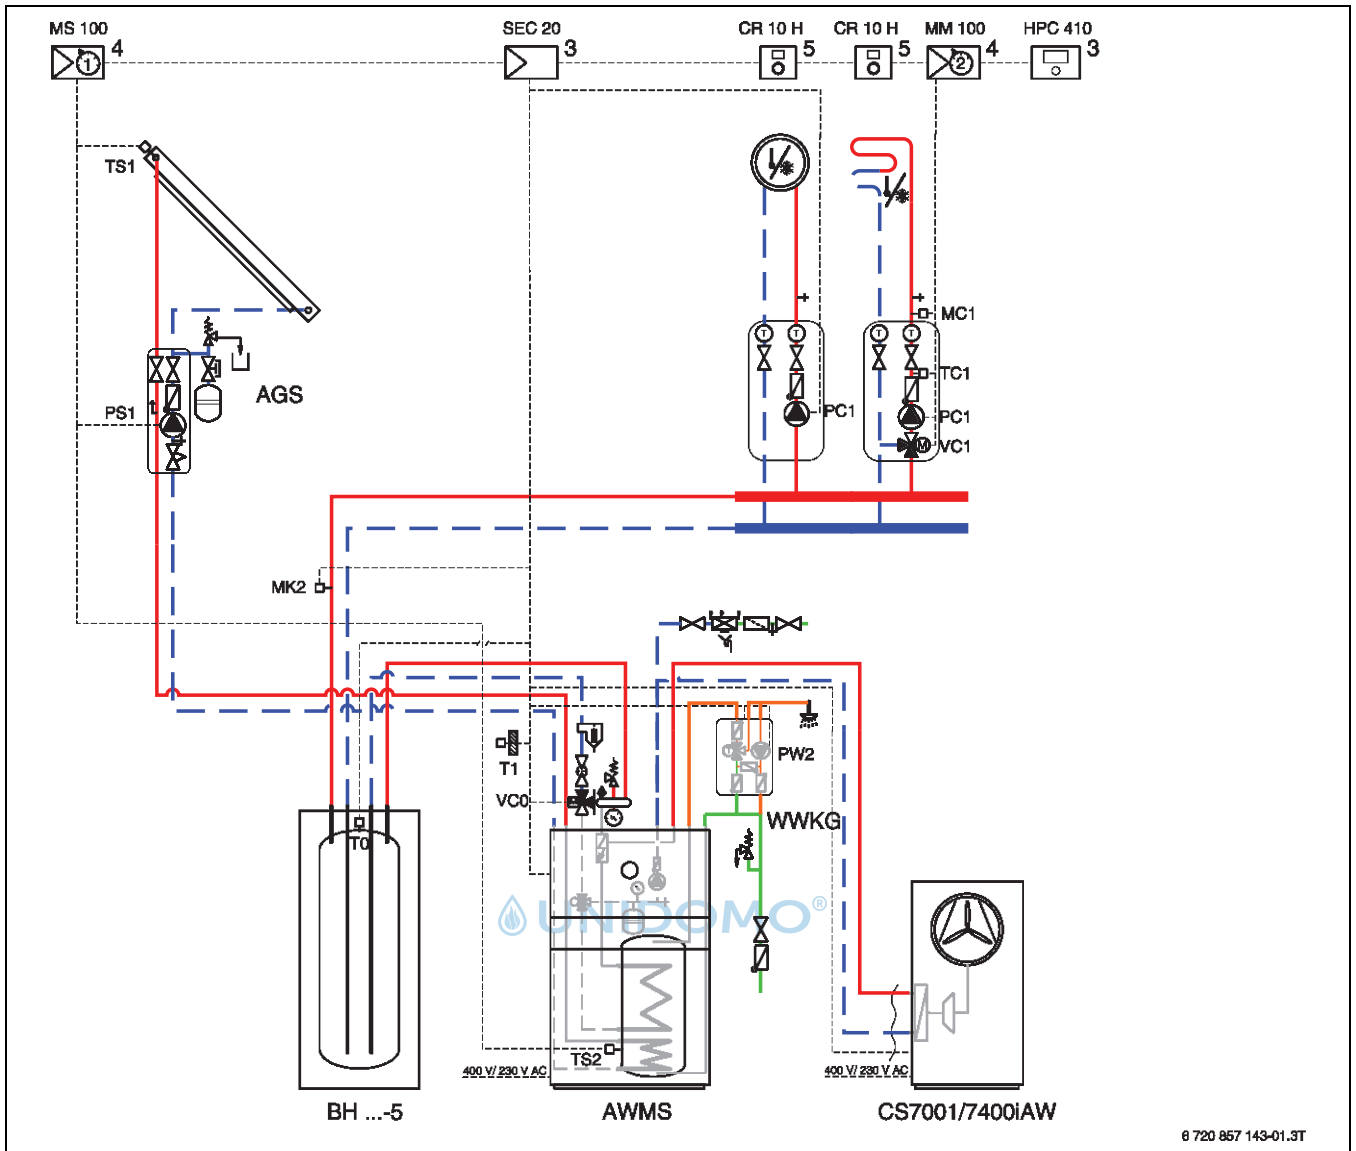

Bild 13 Anlagenschema mit Regelung (unverbindliche Prinzipdarstellung)
- Zur Trennung zwischen Erzeuger- und Verbraucherkreis ist ein Bypass (im Lieferumfang des AWMS enthalten) zwischen Vor- und Rücklauf erforderlich, um den Mindestvolumenstrom bei geringer Abnahme im Heizkreis sicherzustellen. Alternativ kann auch ein Pufferspeicher verwendet werden (→ Bild 13).